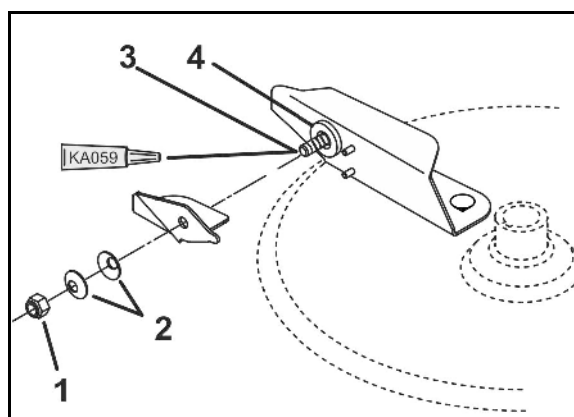

Bild 91
- 2 x 8 skruvar till bladfjädrarna (Bild 91/1)